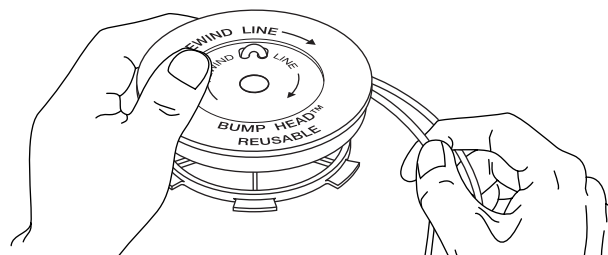

Fig. 17
- Enroulez les fils en couches uniformes serrées sur le moulinet (Fig. 17). Enroulez le fil dans le sens indiqué sur le moulinet intérieur. Placez votre index entre les deux fils pour les empêcher de se superposer. Ne superposez pas les extrémités du fil. Passez à l'étape 12.